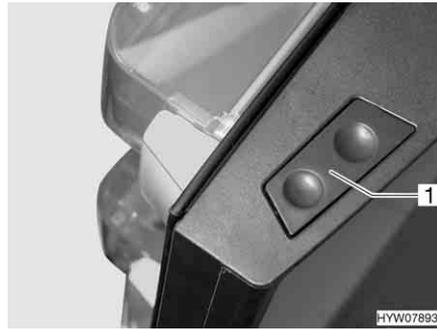

Fig. 169 Tasto di sblocco della porta del frigorifero (serie Dometic 8)
**Apertura:** ■ Premere il tasto di sblocco (Fig. 169,1) e aprire la porta del frigorifero.